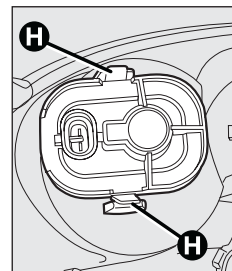

Рис. 24
- чтобы заменить лампу заднего противотуманного фонаря, освободите защелки **H** (рис. 24), снимите чехол и замените лампу с креплением типа «байонет»;